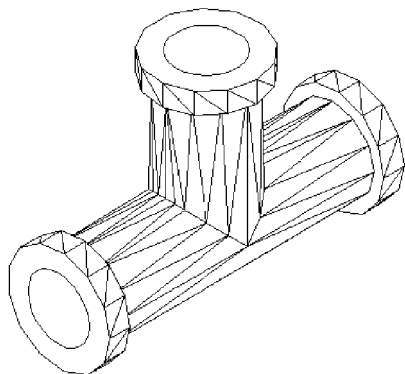

图 12-44 绘制的圆
1) 单击【常用】功能区 | 【绘图】选项板 | 【圆】按钮, 捕捉左侧端面的圆心, 在命令行中输入半径 6, 按回车键, 绘制出一个直径为 12 的圆, 同样方法在竖直的圆柱上端面绘制一个直径为 12 的圆, 如图 12-44 所示。